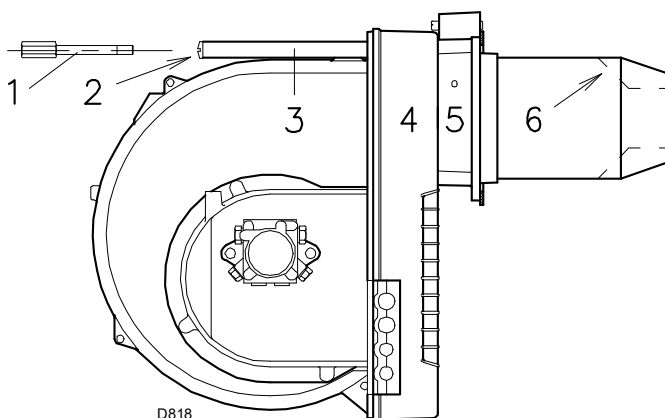

Abb. 13
- Anschließend den Brenner 4)(Abb. 13) auf die Führungen 3) montieren und bis zum Flansch 5) schieben, ihn dabei leicht angehoben halten, um Behinderungen zwischen dem Flammenhalter-Satz und den Führungen 6) des Flammrohrs zu vermeiden.
- Die Schrauben 2)(Abb. 13) auf die Führungen 3) und die Befestigungsschraube 1) des Brenners mit dem Flansch andrehen.